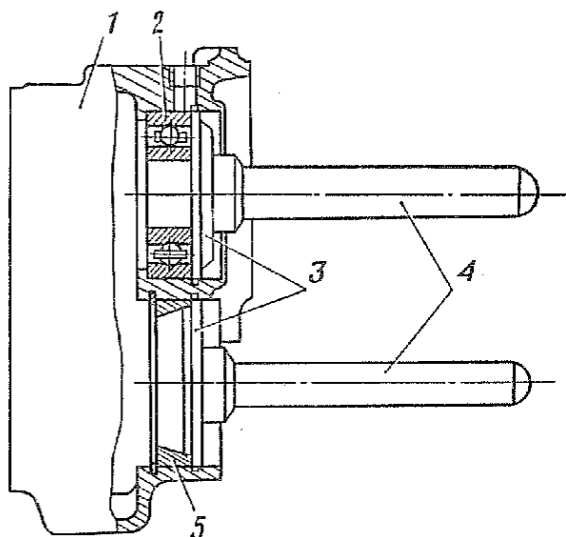

Рис. 172. Запрессовка внутренних подшипников колесного редуктора:
3.4. Запрессовать в отверстия картера наружное кольцо 5 (рис. 172) внутреннего подшипника вала ведомой шестерни и внутренний подшипник 2 вала ведущей шестерни (молоток 500 г, оправка, ручка для оправок).